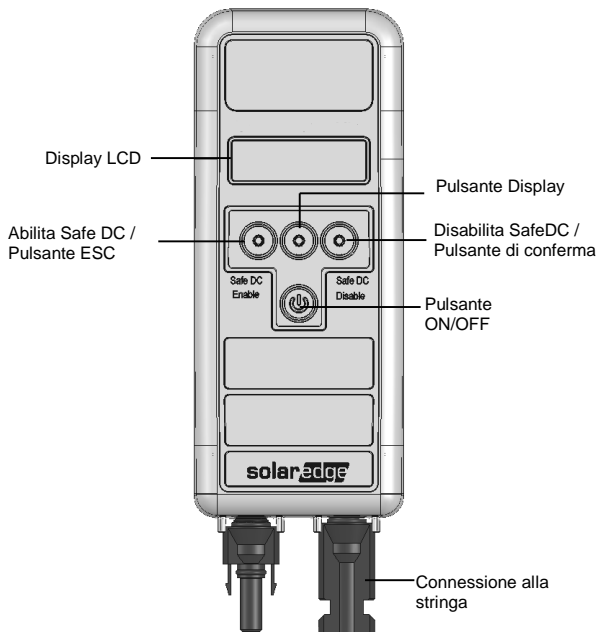

Figura 1: Interfaccia della Chiave SolarEdge
- 1 Collegare i cavi della stringa ai due connettori nella parte inferiore della Chiave SolarEdge (vedere Figura 1).